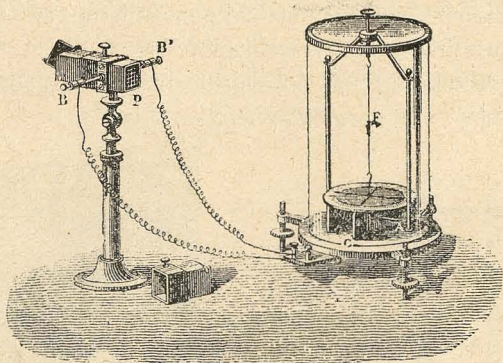

Fig. 209.—Pila de Melloni.
18. **Pila de Melloni.**—La *pila de Melloni* (fig. 209) está compuesta de muchas láminas pequeñas de antimonio y de bismuto, puestas alternativamente, soldadas por sus extremidades y vueltas sobre sí de modo que las soldaduras de orden impar estén á un lado y las soldaduras de orden par al otro lado, formando un prisma el conjunto. Las extremidades de la pila rematan en dos topos *B* y *B'* que son los dos polos de la pila.